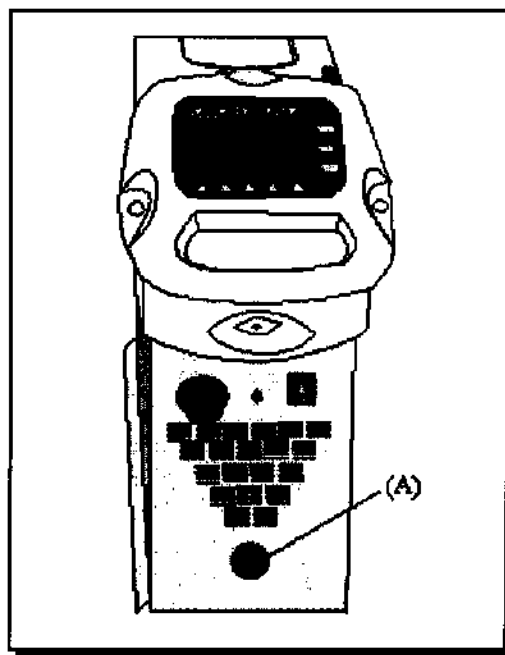

Рис. 7-8. Отверстие для проверки световода
- Вставьте рабочую насадку в соответствующее отверстие, отмеченное эмблемой «Calibration» на передней панели аппарата (см. Рис. 7-8);